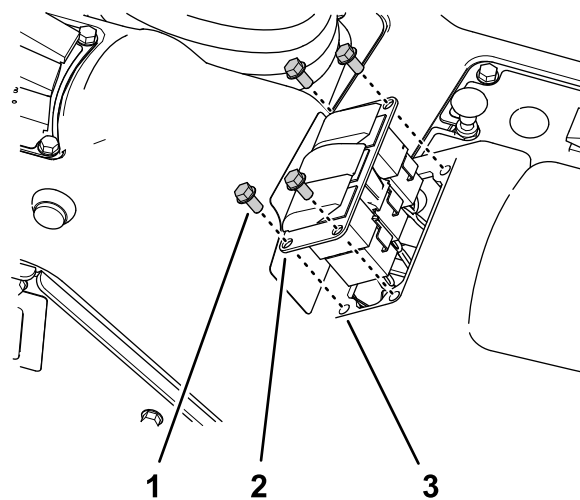

Figure 33
3. Débranchez le connecteur à 8 douilles du faisceau de la machine (étiqueté **Rate Switch**) du connecteur à 8 broches de l'interrupteur (Figure 33).
1. Retirez les 4 vis à embase (1/4" x 1/2") qui fixent le bloc de 3 interrupteurs à la console de commande (Figure 33).
6. Placez le cache d'interrupteur en face de l'ouverture dans le bloc de 3 interrupteurs occupée précédemment par l'interrupteur de débit (Figure 33).
7. Insérez le cache dans le bloc de 3 interrupteurs jusqu'à ce qu'il s'enclenche solidement dedans (Figure 33).